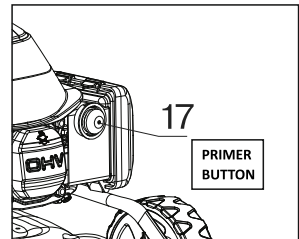

рис. 4
Для запуска двигателя в холодном состоянии, необходимо нажать кнопку праймера (17) на воздушном фильтре перед тем, как потянуть за рукоятку стартера (рис. 4). В зависимости от температуры окружающей среды может понадобиться разное количество нажатий от 1 до 3-4-х (при температуре близкой к 0°C).